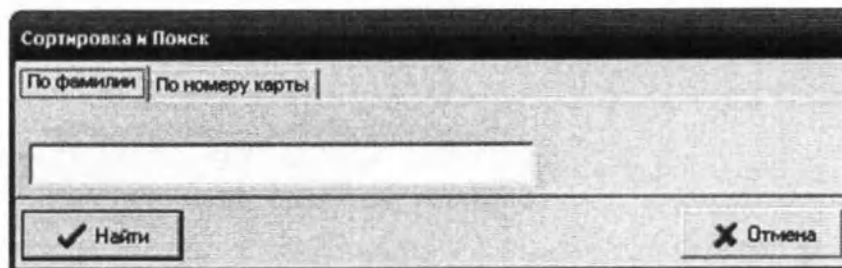

Рис. 14. Окно «Сортировка и Поиск»
- войдите во вложенное меню «Пациент/Поиск», при этом откроется окно «Сортировка и поиск» (рис. 14);